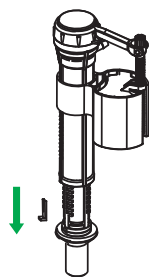

Рис. 2 / 2-сур.
- извлеките фиксатор, как показано на рис. 2;